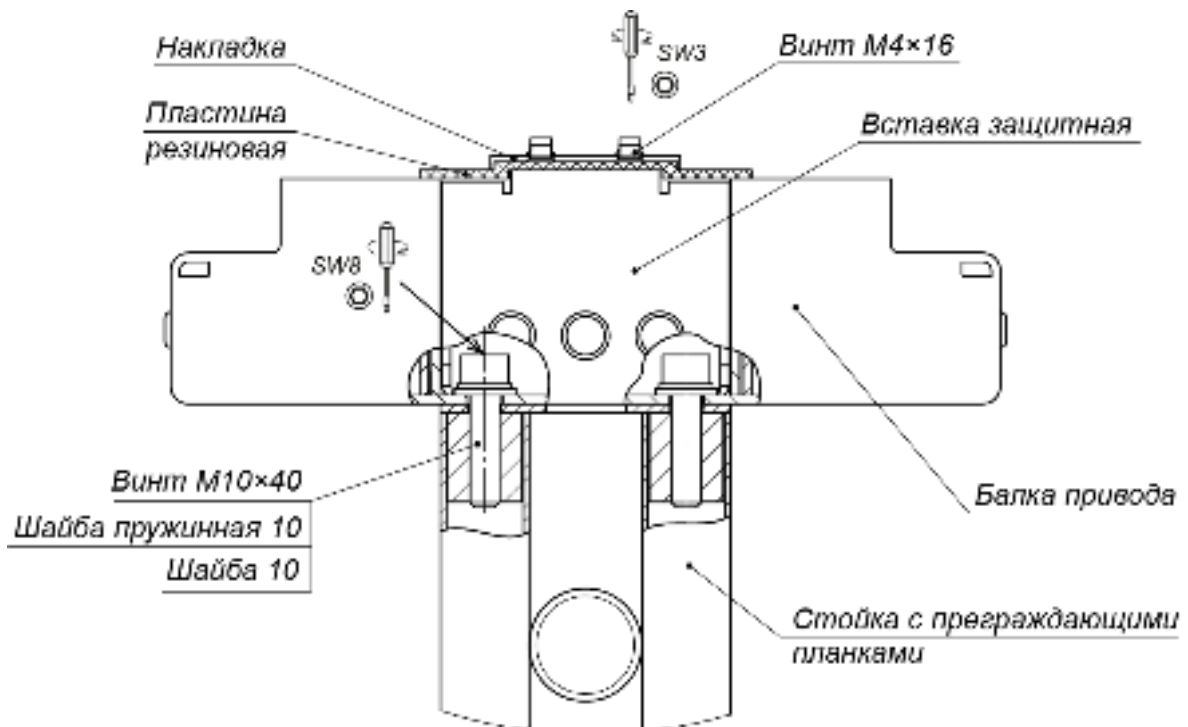
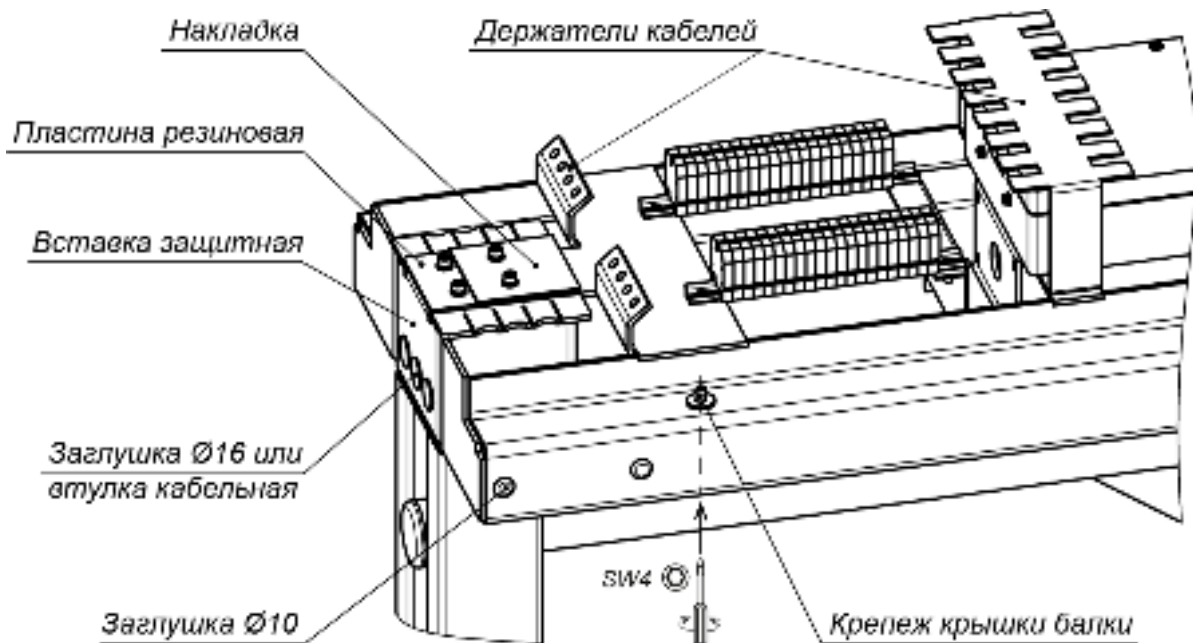

Рисунок 17. Крепление балки привода (8) к стойке с преграждающими планками (5)
Рисунок 18. Элементы балки привода
- Закрепите балку привода на стойке с преграждающими планками (5) двумя болтами M10x30, ключ SW8 (см. рис. 17) (для более удобного доступа к отверстиям можно предварительно снять накладку, резиновую пластину и вставку защитную, открутив четыре винта M4x16, ключ SW3, см. рис. 18).
27. Установите крышку (9) на балку привода (8):
- Вкрутите четыре невыпадающих винта М5 (ключ SW4), фиксирующие крышку балки (см. рис. 18).